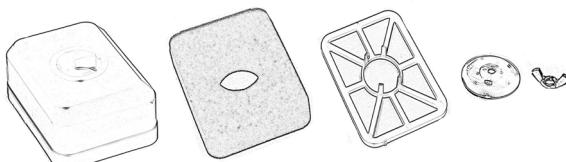

Rysunek 21
- Odkręć nakrętkę motylkową na górze obudowy filtra powietrza i pociągnij obudowę do góry, Rys. 21.